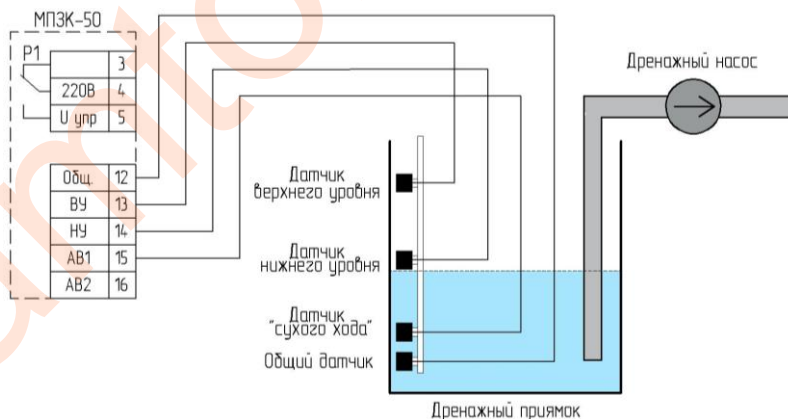

Рис.7 Выключение электродвигателя в режиме работы «дренаж»
- 2) при снижении уровня жидкости в дренажном приемке ниже датчика НУ происходит автоматическое выключение электродвигателя насоса (Рис.7).